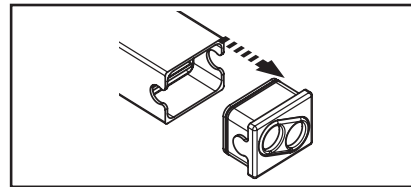

Рисунок 2: Пломбирочный колпачок на контейнере
2. Откройте контейнер, сняв герметичный колпачок (Рисунок 2).